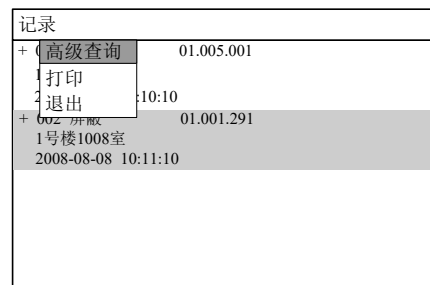
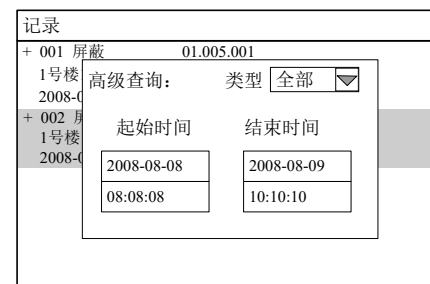

图 11-3
图 11-4
2. 按“菜单”键弹出记录菜单，选择“高级查询”（图 11-3），然后按“OK”键，弹出高级查询窗口（图 11-4）。